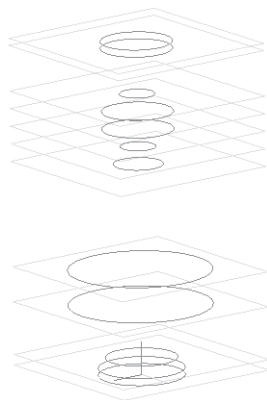

Рис. 260
- так, последовательно указывая в **Дереве** построения **Смещенные плоскости**, постройте эскизы всех окружностей (обратите внимание: смещенных плоскостей 11, а эскизов 12, т.к. первый эскиз построен на базовой плоскости **XY**) – рис. 260: Смещенная плоскость: 2 – окружность радиусом 10 ($\varnothing = 20$) (Эскиз: 3);